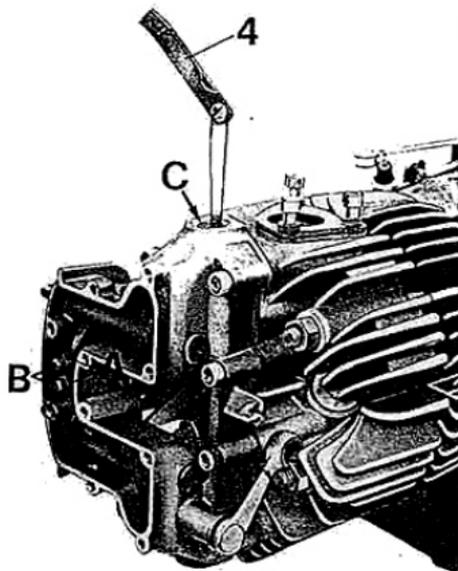
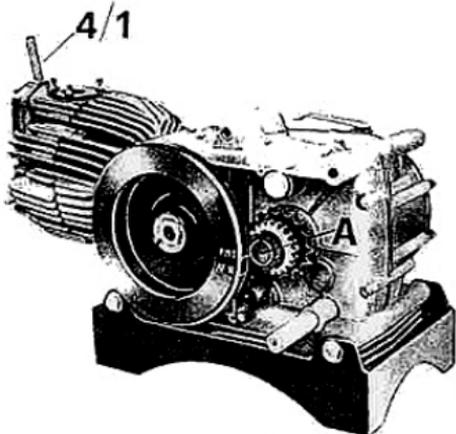

Fig. 61
Fig. 63
REGOLAZIONE GIUOCO TRA BILANCIERI E VALVOLE (vedere fig. 61)
- riavvitare il dado (A) bloccandolo a fondo. Dopo bloccato il dado controllare di nuovo in modo da accertarsi che il giuoco sia regolare.
Il controllo del giuoco va effettuato usando apposito spessimetro n° 12909090 (4 di fig. 61) che attraverso il foro (C) deve essere inserito tra la valvola ed il bilanciere.
(Vedere fig. 61 - 63 - 113/1)
(a fine fase di compressione, con valvole chiuse) si trovi in corrispondenza al foro di centraggio (A di fig. 63) sul manicotto dentato;
- svitare la vite di registro (B di fig. 61) dopo aver allentato il dado (A di fig. 61) sul bilanciante aspirazione, infilare uno spessore di mm. 2 (4/1 di fig. 63) tra lo stelo della valvola ed il bilanciante. Il gioco esatto si ha quando agendo sulla vite di registro (B di fig. 61) lo spessore comincia ad indurirsi leggermente;
- ruotare di nuovo il volano in senso orario (350°) fino a che il segno « AF 10 » stampato sul volano stesso coincida con il foro di centraggio (A di fig. 63).
- svitare la vite di registro (B di fig. 61) dopo aver allentato il dado (A di fig. 61) sul bilanciante aspirazione, infilare lo spessore di mm. 2 (4/1 di fig. 63) tra lo stelo della valvola e il bilanciante. Il gioco esatto si ha quando agendo sulla vite di registro (B di fig. 61) lo spessore incomincia ad indurirsi leggermente;
Per determinare esattamente il punto in cui avviene l'inizio apertura della valvola di aspirazione, occorrerà ruotare il volano con delicatezza fino a sentirne l'indurimento dello stesso. A questo punto controllare che i segni « AF10 » sul volano e il foro di centraggio « A » di fig. 63 sul manicotto dentato o la freccia (A) dell'attrezzo n° 32 di fig. 113/1 coincidano.